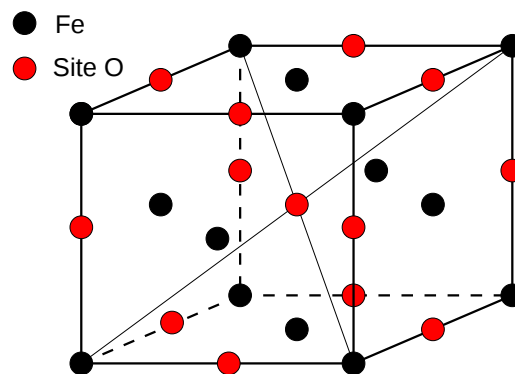

FIGURE 2 – Localisation des site octaédrique dans la maille du fer  $\gamma$
2.1 Sites octaédriques : fig.2.